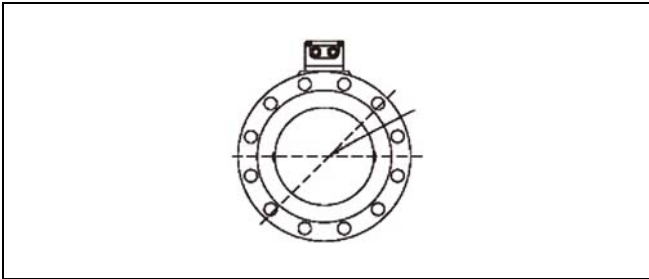

图 5
- 电极轴线应尽量处于水平，与水平夹角不大于 45° （见图 5）。